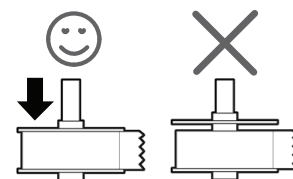

Figura 2
- La guida della bobina etichette deve trovarsi a filo contro il rotolo etichette, senza spazi vuoti. Vedere la Figura 2.
- 5 Far scorrere la guida bobina sul lato destro della bobina stessa e premere la guida con decisione contro il lato del rotolo di etichette, **evitando di lasciare spazi vuoti** tra il rotolo e la bobina. Vedere la Figura 2.